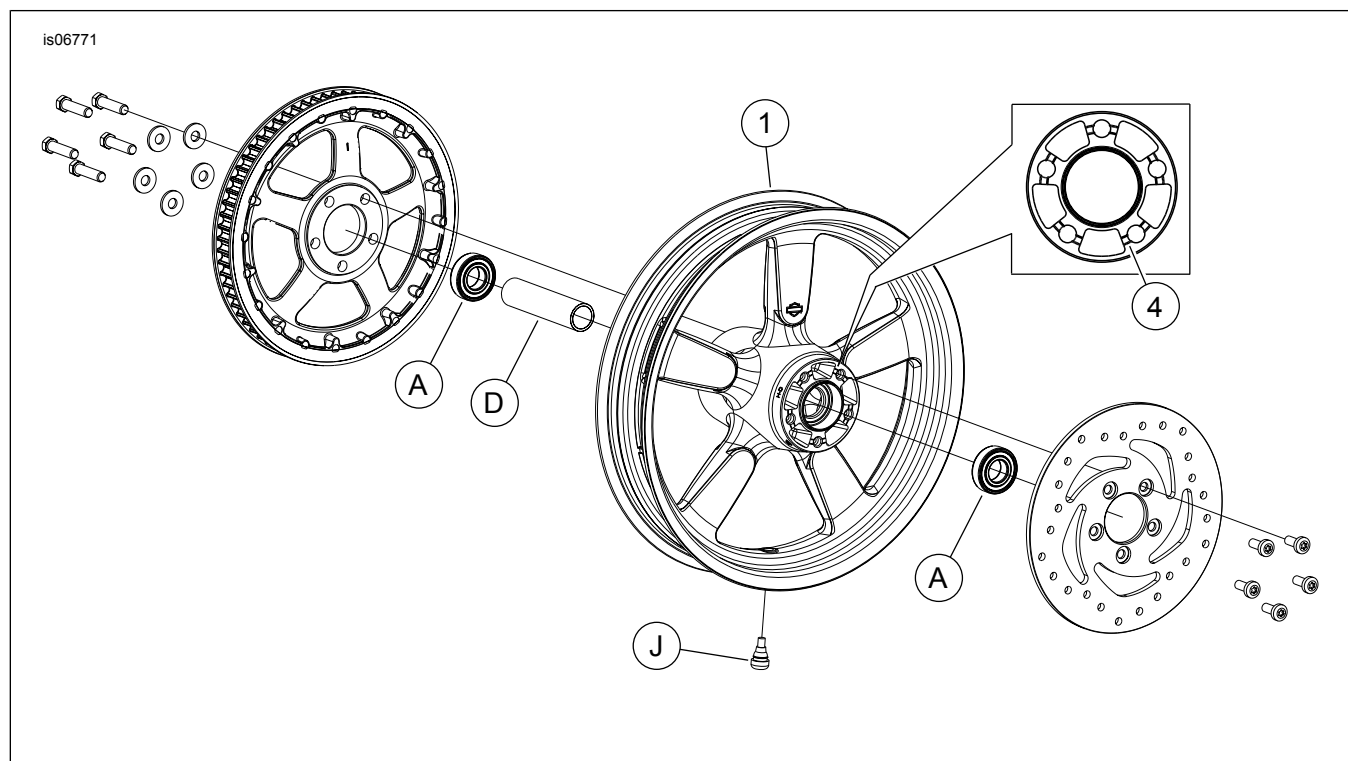

Figura 1. Parti di ricambio: ruota posteriore Fat-x
Vedere Figura 1 e le tabelle delle parti di ricambio.
2. Vedere Figura 1. Installare il gruppo dello stelo della valvola (J) sulla ruota. Vedere PNEUMATICI nel manuale di manutenzione.